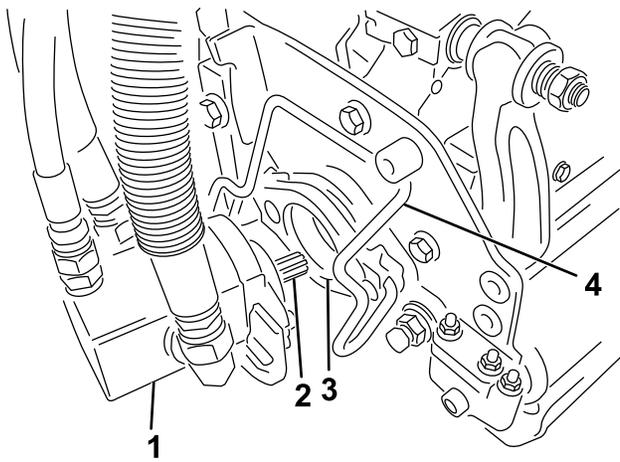

図 35
5. カッティングユニット用モータのスプラインシャフトにきれいなグリスを塗りつける図 35。
6. モータを、カッティングユニットの左側運転席から見てに取り付け、カッティングユニットについているモータ固定バーを、モータの上から被せるようにセットし、モータの左右から「カチッ」というロック音が聞こえるまで押し下げる図 35。